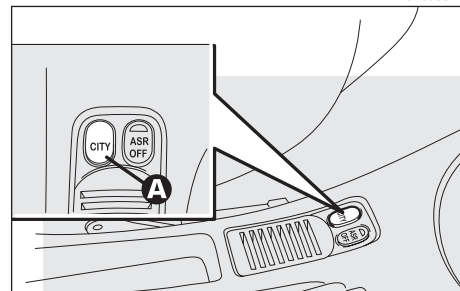

fig. 98
- la seconde de type automatique, définie **CITY**, dans laquelle le système décide directement le moment de changer de vitesse (modalité à sélectionner avec le poussoir spécifique **A-fig. 98**).